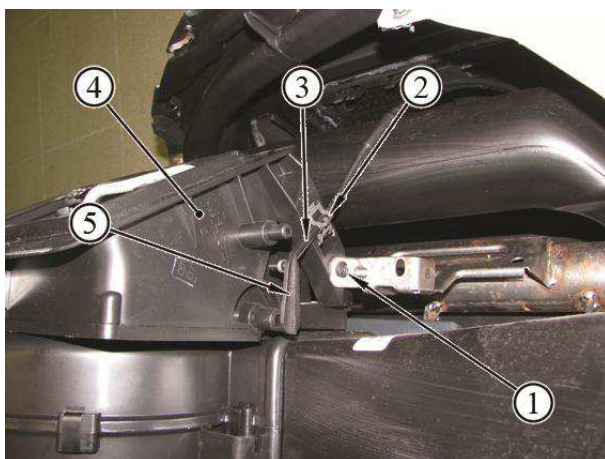

Рисунок 14-12 – Крепления вентилятора системы отопления и кондиционирования воздуха:
Снять скобу 2, рисунок 14-12, крепления тяги 3 заслонки вентилятора, отсоединить тягу от рычага 5 привода заслонки рециркуляции.
- установить ручку 2, рисунок 14-17, привода управления заслонкой вентилятора в положение "Закрыто", заслонку в соответствующее положение, установить тягу 3 (см. рисунок 14-12) на рычаг 5 и зафиксировать оболочку тяги скобой.